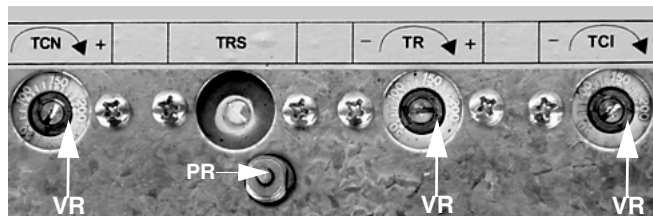

Рис. 17
**TCN - Разрешительный термостат готовности мазутного топлива (Рис. 17)**
**TRS - Предохранительный термостат сопротивлений (Рис. 17)**
**TR - Термостат сопротивлений (Рис. 17)**
**TCI - Термостат готовности системы к работе (Рис. 17)**